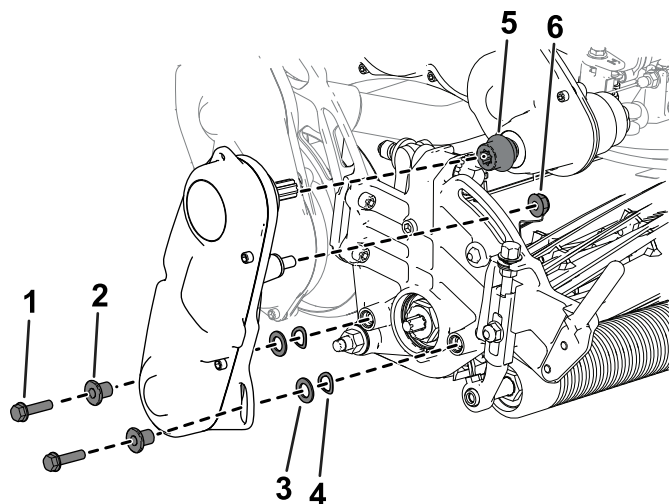

図5
6. トラクションユニットの駆動シャフトにカップラを取り付ける図5。
7. 先ほど外した金具類を使用してリール駆動アセンブリをカッティングユニットに取り付ける図5。
8. トランスミッション駆動シャフトのカップラ図5が前後に軽く動くことを確認する。